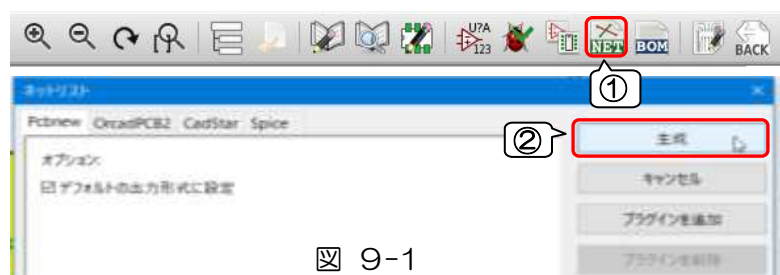

図 9-1
- ① 上ツールバー 「ネットリストの生成」 をクリックします。 図 9-1
- ② ネットリスト・ダイアログの[生成]をクリックします。